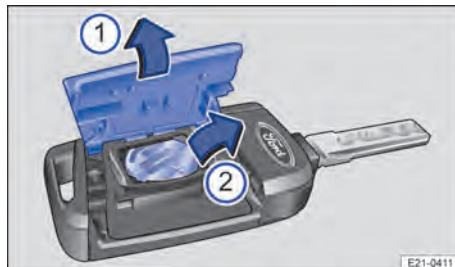

Abb. 56 Fahrzeugschlüssel: Knopfzelle wechseln.
Der Knopfzellenwechsel im Fahrzeugschlüssel kann ausstattungsabhängig über zwei Varianten erfolgen → **Abb. 56** und → **Abb. 57**.
2. Abdeckung nach oben öffnen → **Abb. 56** ①.
3. Knopfzelle aus dem Fach nehmen ②.